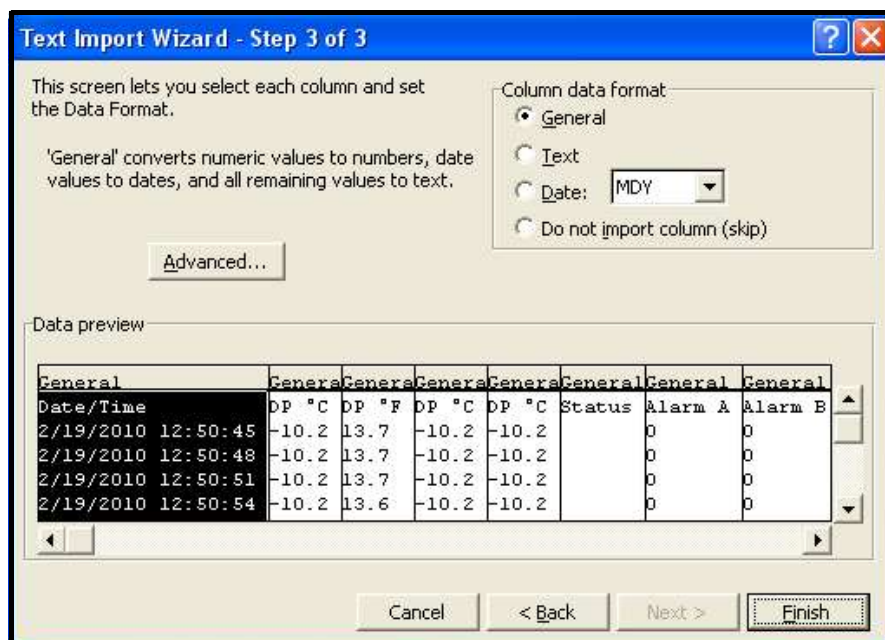

Figura 64: Assistente de importação do Excel 3
- Defina os delimitadores de dados desejados e clique em Avançar >. A seguinte tela aparecerá (veja Figura 64 na página 81).
- Selecione cada coluna e defina o formato de dados para ele (veja Figura 64).